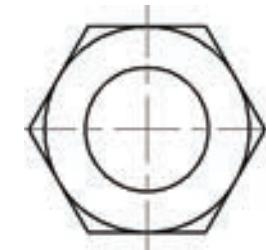

图 3-31 螺母主视图
本例绘制的螺母主视图主要利用“多边形”“圆”和“直线”命令，绘制结果如图 3-31 所示。
3) 同样以 (150,150) 为圆心，以“30”为半径绘制另一个圆，结果如图 3-31 所示。